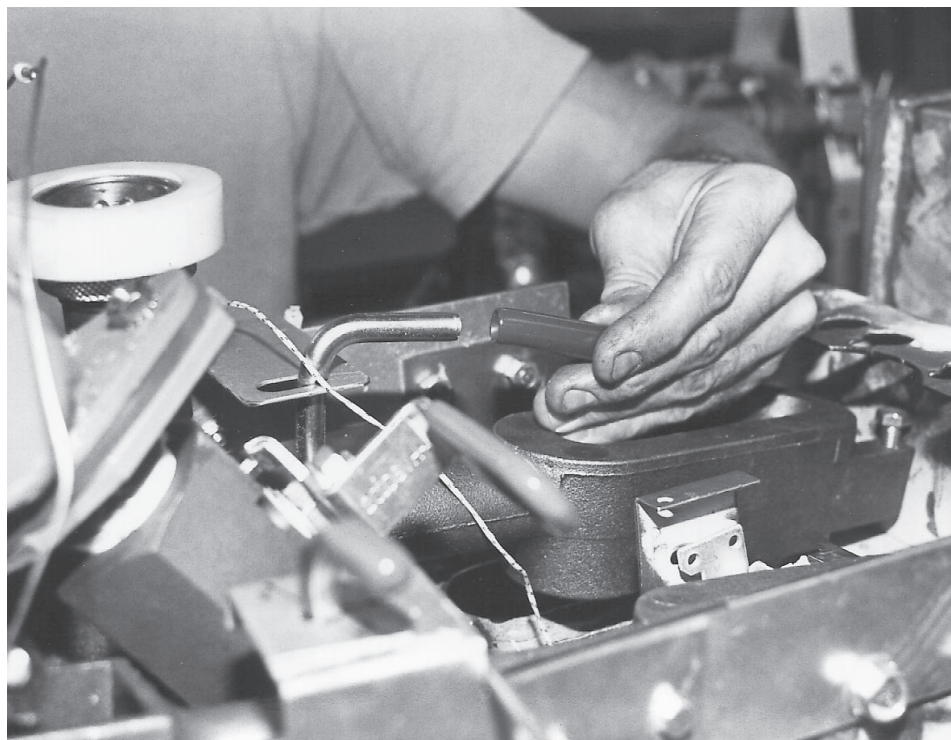

Fig. 89
27. Remove the pull rod handle. (Fig. 89)